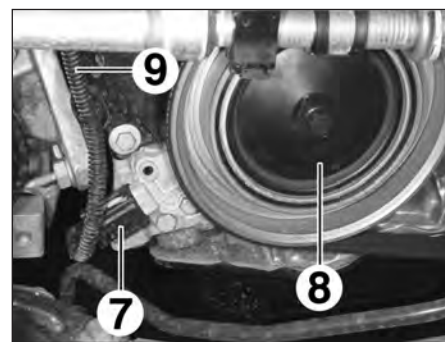

FIG.7
- Débrancher le capteur de régime moteur (7) (Fig.7).
- Déposer le cache (8) de poulie de vilebrequin.
- Dégraffer et écarter le faisceau électrique (9) du capteur de régime moteur.